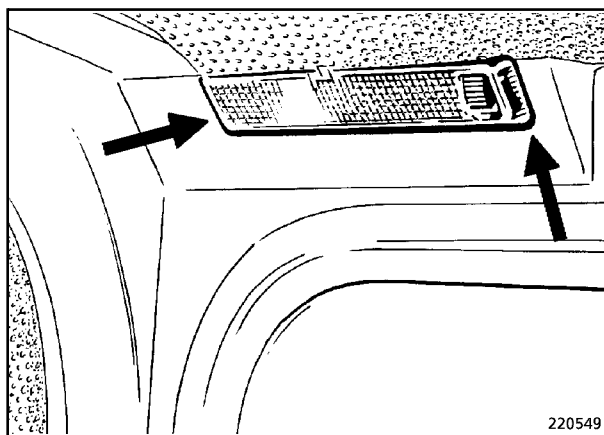

Fig. 1
- Desenclavar la cubierta de la lámpara y retirarla (Fig. 1).